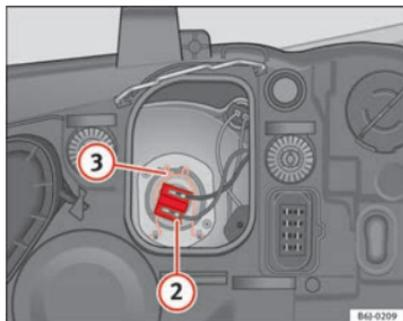

Fig. 142 Luz de cruce
- Extraiga el conector ⇒ fig. 142 ② de la lámpara.
- Desenganche el resorte retentor ⇒ fig. 142 ③ presionándolo hacia dentro y a la derecha.